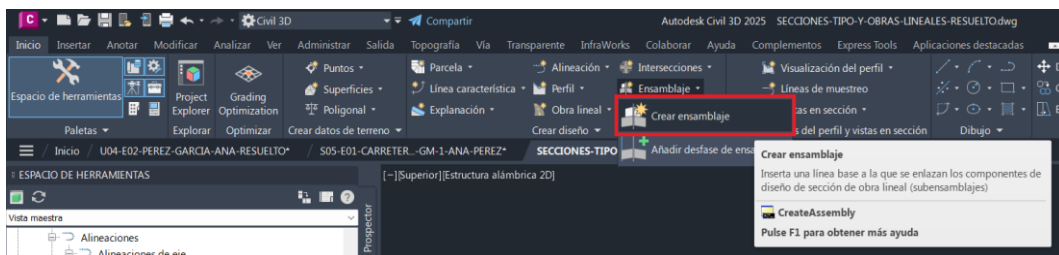
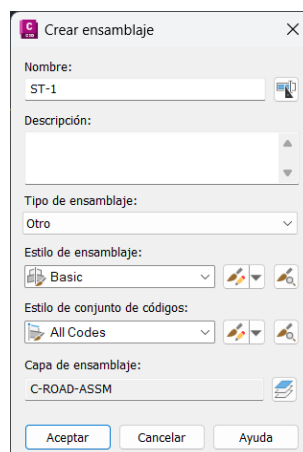
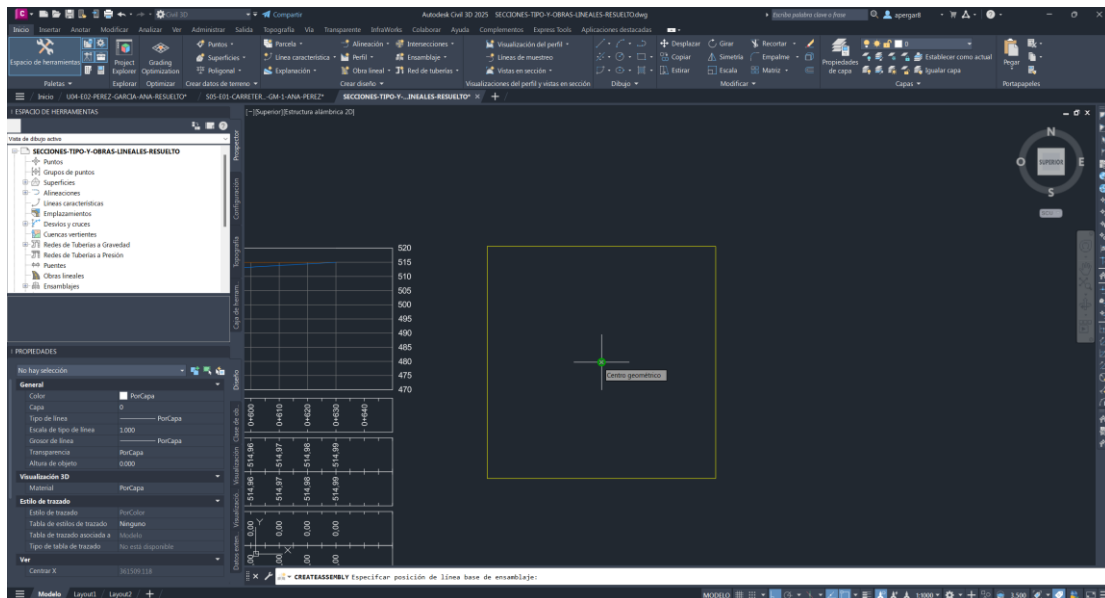

Figura 1. Opción *Crear ensamblaje*.
Figura 2. Cuadro de diálogo *Crear ensamblaje*.
Figura 3. Inserción del ensamblaje.
- 1 Para crear un ensamblaje vacío, es preciso acudir a la ficha **Inicio** > grupo **Crear diseño** > **Ensamblaje** > **Crear ensamblaje** (Figura 1). A continuación, en el cuadro de diálogo que aparece, indicar un nombre, pulsar sobre **Aceptar** y especificar el punto de inserción (Figura 2). En este caso, será el centro geométrico del cuadrado amarillo existente en la plantilla proporcionada (Figura 3).